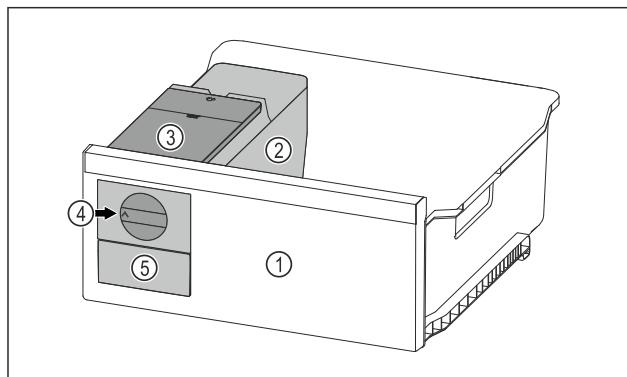

Fig. 74 Примерное изображение
- ▶ Поверните поворотную кнопку Fig. 74 (4) по часовой стрелке до упора.
- ▶ Кубики льда упадут из ванночки для кубиков льда в выдвижной ящик для кубиков льда Fig. 74 (5). Если не все кубики льда извлекаются из ванночки для кубиков льда: